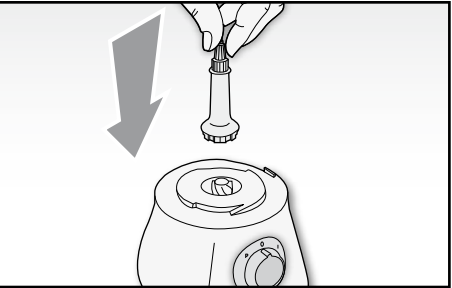

Fig. 2
- Inserire il perno motore (C) nell'apposito alloggiamento sul corpo motore (B) (Fig. 2).